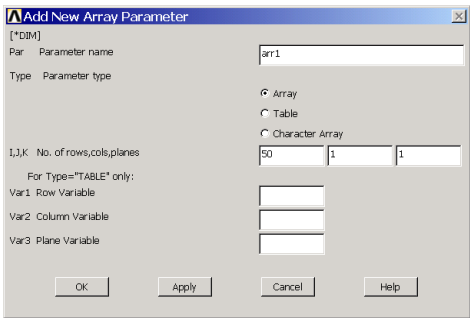

图7.14 设置数组
(2) 单击  按钮，接着弹出如图 7.14 所示的对话框。在【Parameter name】文本框中输入数组名【arr1】，在【No. of rows,cols,planes】文本框中分别输入【50】、【1】和【1】，然后单击【OK】按钮。至此已经定义了一名为 arr1 的空数组。